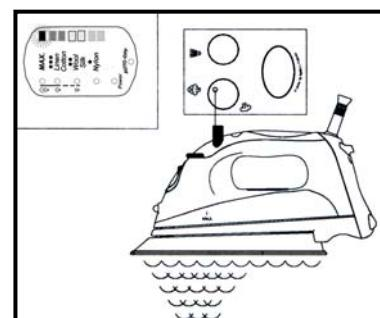

Fig. 4
- Turn the steam button all the way to the right to the X-Tended steam position. (Fig. 4)
- Gire el botón para graduar el vapor completamente a la derecha (Fig. 4).